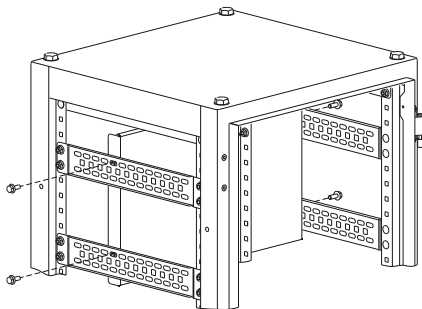

Рисунок 16
12.2 Установите панель монтажную между двумя предварительно смонтированными рейками боковыми и закрепите болтами M6х16 (рисунок 16). Момент затяжки 5 Н·м.